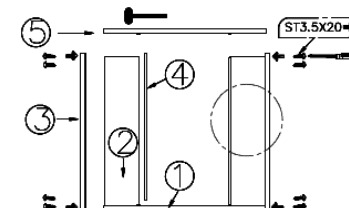

Рис.2
- Соберите фронтальный пакет стекол согласно последовательности из схемы (рис.2).